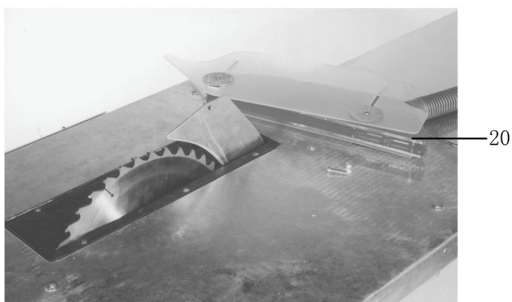

Fig. 24
- Degajați șuruburile și demontați componentul 20 (v. fig. 24).